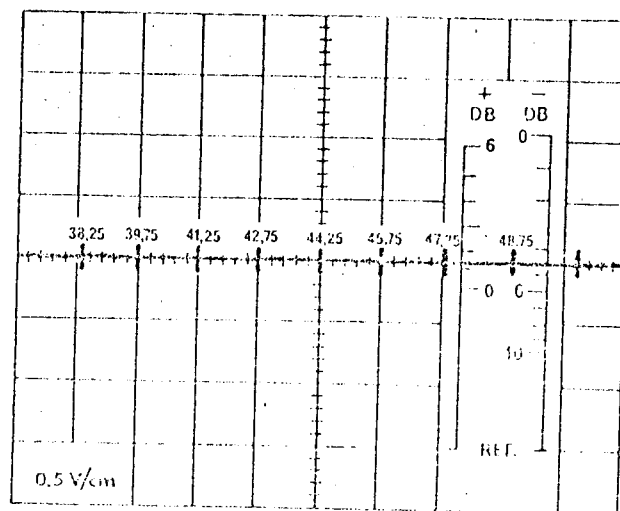

Fig. 14
- 4) Se reajustará la posición de la marca de 44,25 MHz en el centro de la pantalla, ajustando simultáneamente el ancho de barrido para obtener una marca en cada línea vertical del reticulado. Se obtendrá un oscilograma como el indicado en la Fig. 14. Los controles de ancho y centrado no volverán a tocarse en adelante.